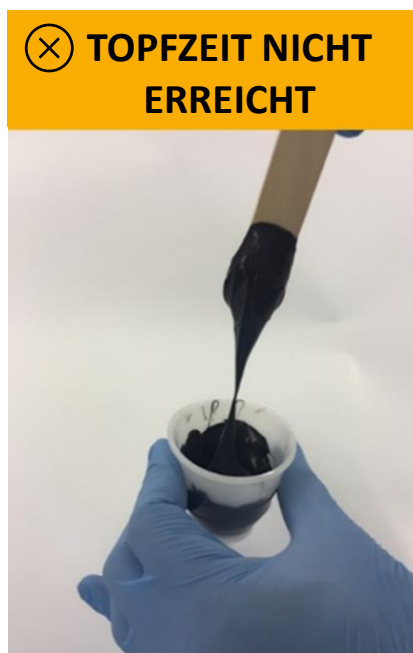
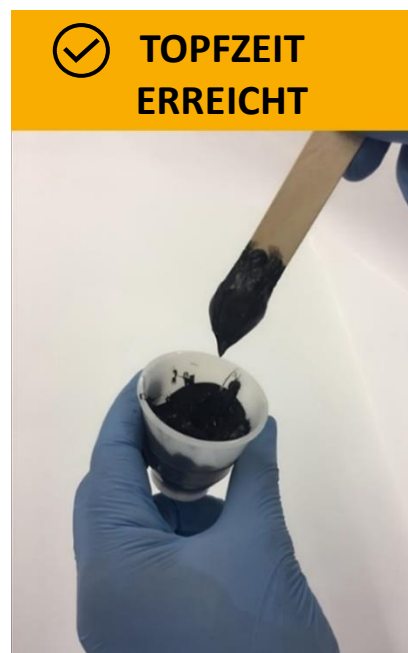

BILD 17 Material zeigt pastöse Eigenschaften:
BILD 18 Material zeigt gummiähnliche Eigenschaften:
- Die Topfzeit ist die Zeit zwischen Auspressen des Silikonklebstoffs und dem Punkt, an welchem bei Entfernen des Spatels aus der Klebmasse kein Fadenzug (Bild 17) mehr beobachtet wird. Die Topfzeit ist erreicht, sobald der Faden bei kurzen Längen abreißt (Bild 18).